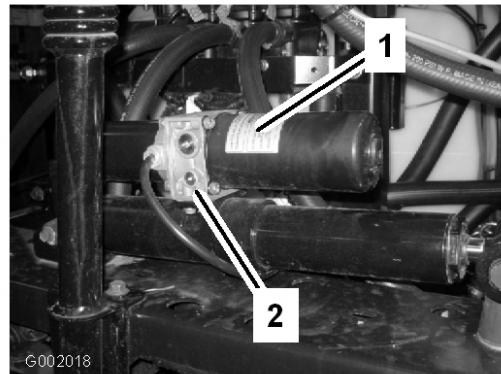

Figure 60
1. Localisez le clapet de décharge manuel de l'actionneur sur chaque rampe. Le clapet de décharge manuel est la plus petite des valves et se trouve d'un seul côté du corps de l'actionneur (Figure 60).